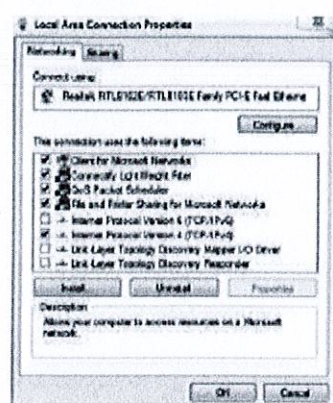

Рис. 6.3
(2) Нажмите "Properties" («Свойства»), чтобы войти в "Local Area Connection Properties" («Свойства подключения по локальной сети») (см. Рис. 6.3).